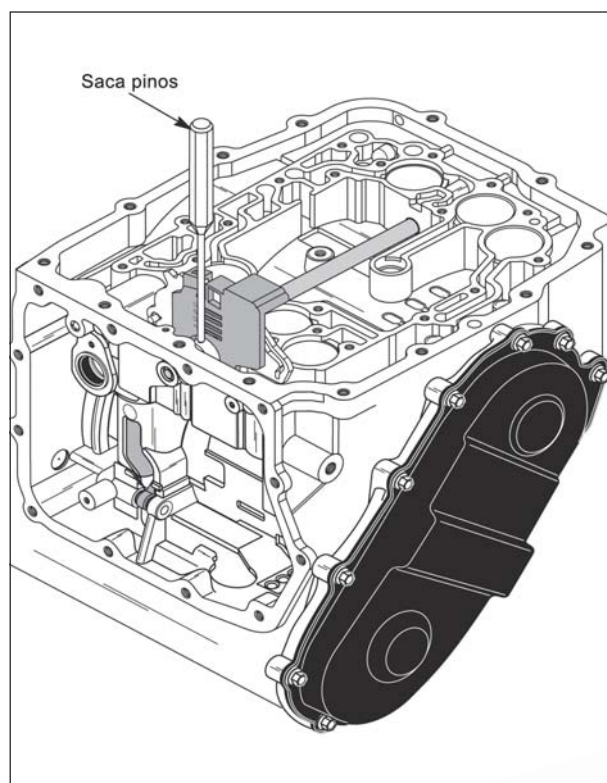

Figura 270
74. Instale o pino do eixo manual através da alavanca interna de retenção e eixo manual utilizando um saca pinos apropriado, conforme mostra a figura 270.